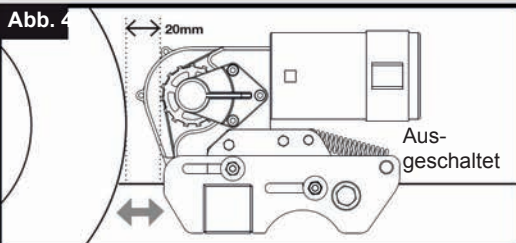

Abb. 5
Der Einkuppelmechanismus arbeitet mit einem einfachen Nocken, der die Rollen auf die Reifen drückt und dann automatisch einrastet. Wenn die Rolle korrekt montiert wurde und im ausgerückten Zustand genau 20 mm von den Reifen entfernt ist, reicht die von der Rolle auf den Reifen ausgeübte Kraft für die meisten Anwendungsfälle aus (Abb. 5).
Die Motordrähte müssen nun an das System angeschlossen werden. Führen Sie die Motorkabel durch das zuvor in den Fahrzeugboden gebohrte Loch und an der Unterseite des Fahrzeugs entlang zu den vorgesehenen Motoren, wobei Sie sich wieder an Abb. 5 orientieren. Im Lieferumfang sind verschiedene Komponenten enthalten, die bei der sicheren Befestigung dieser Kabel helfen, darunter: Gewellte Kabelkanäle - zum Schutz der Kabel vor scharfen Kanten, P-Klammern/Schrauben - zur Befestigung der Kabel an Oberflächen und Kabelbinder - zur Befestigung der Kabel untereinander oder an Teilen des Chassis, wo dies erforderlich ist. Markierungen für die Kabelnummer (25) und die Polarität (26) werden ebenfalls mitgeliefert, um die Beschriftung der Drähte zur Vereinfachung der Installation zu erleichtern. Achten Sie bei der Verlegung der Kabel darauf, diese möglichst mittig im Wohnwagen zu verlegen, um die Kabellänge gleich zu halten.